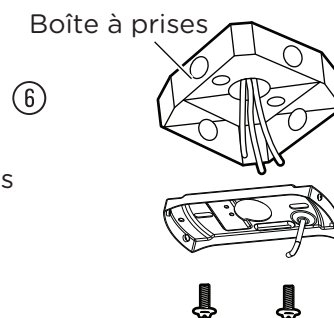

Figure 6
- Fixez la plaque de montage à la boîte à prises du plafond, comme illustré dans la figure 6, en utilisant deux vis et des rondelles (non comprises). Assurez-vous que la plaque de montage est à niveau. Vous devrez peut-être insérer des rondelles supplémentaires (non comprises) entre la boîte à prises et la plaque de montage pour la mettre à niveau.